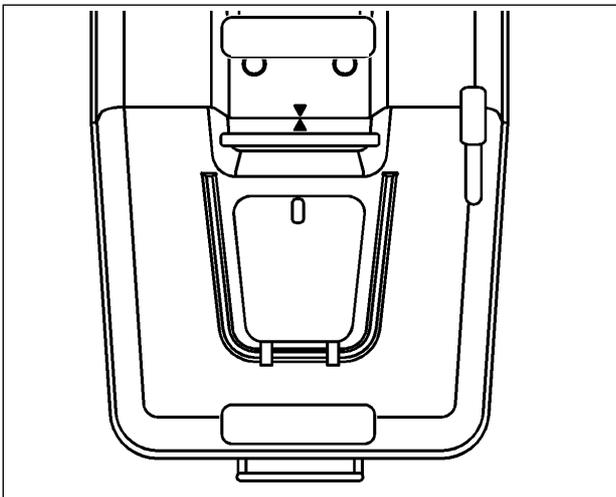

Abb. 7
2. Hängen Sie den Grasfangkorb mittig in die beiden Halter ein (1).
3. Wenn der Korb sich in der richtigen Stellung zur Heckplatte befindet, kleben Sie den mitgelieferten selbstklebenden Pfeil so auf den Deckel, daß die Spitze des Dreiecks mit der Spitze des gleichen Aufklebers auf dem Traktor übereinstimmt (Abb. 7). Dieses wird Ihnen zukünftig das sitzgenaue Einhängen der Grasfangbox wesentlich erleichtern